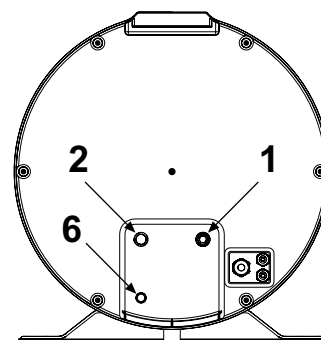

fig. 54
- Collegare la linea di alimentazione d'acqua fredda e la linea in uscita negli appositi punti di allacciamento (fig. 54).